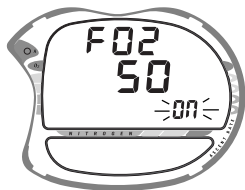

Fig. 36 - Einstellung FO₂
- Die Anzeigen **FO₂** und **50** erscheinen, die Anzeige **ON** (oder OFF) blinkt (Abb. 36).